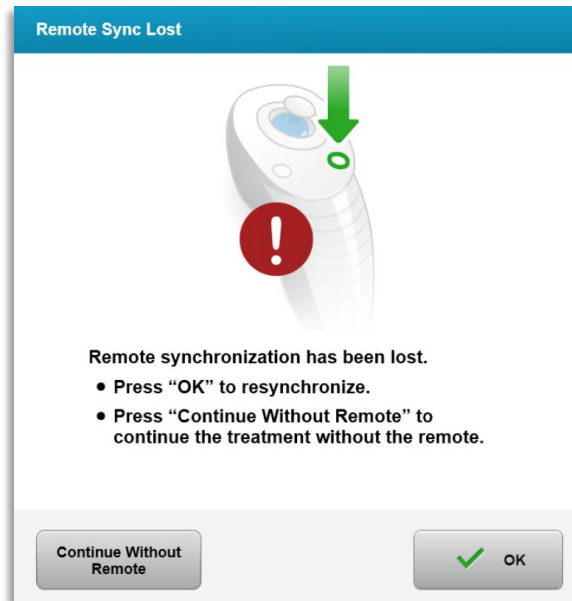
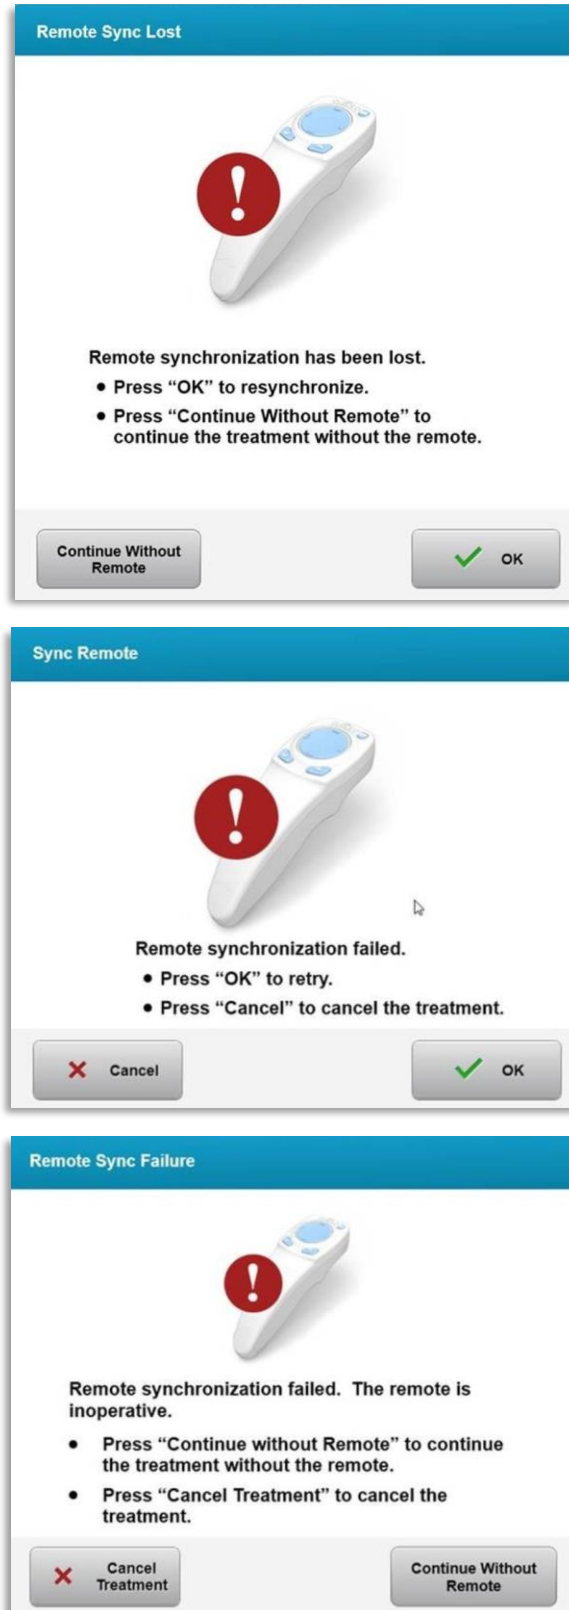

Figure 4-2. Perte de synchronisation avec la télécommande d'alignement – Télécommande originale
Figure 4-3. Perte de synchronisation avec la télécommande d'alignement – Nouvelle télécommande
- La figure 4.2 illustre la procédure détaillée à l'écran pour les systèmes KXL avec la télécommande originale et la figure 4.3 illustre la procédure détaillée à l'écran pour les systèmes KXL avec la nouvelle télécommande.